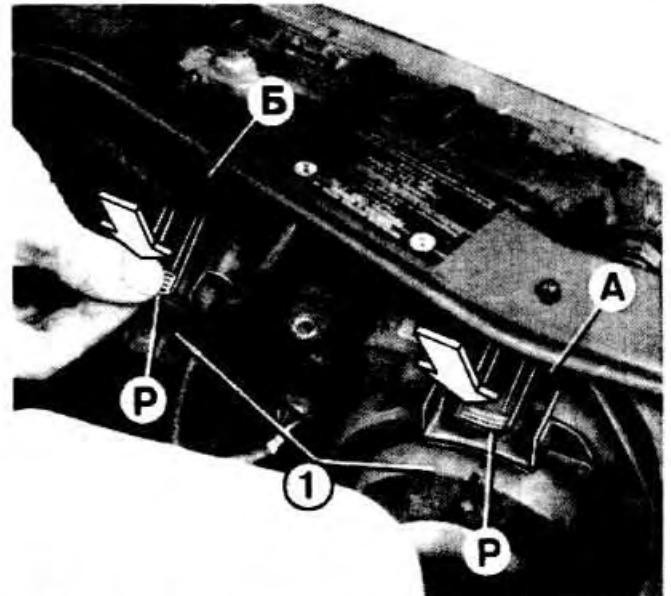

Рис. I-33. Замена ламп фар:
- Снять пластмассовый кожух 1 (рис. I-33), нажав на лапку зажима Р.